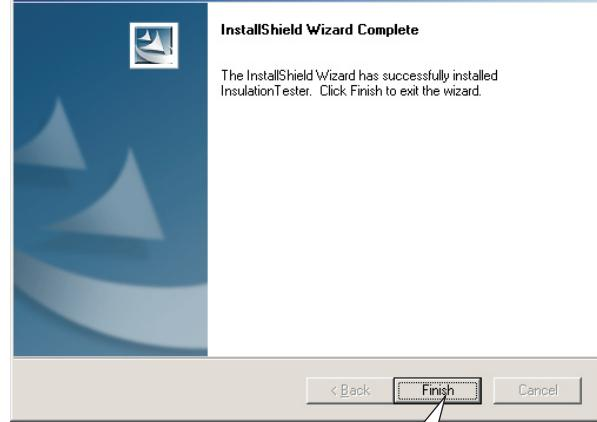

图4
- 点击“Finish”，完成安装，启动软件的快捷方式会自动生成到桌面上，名称为“Insulation Tester”，如图4：